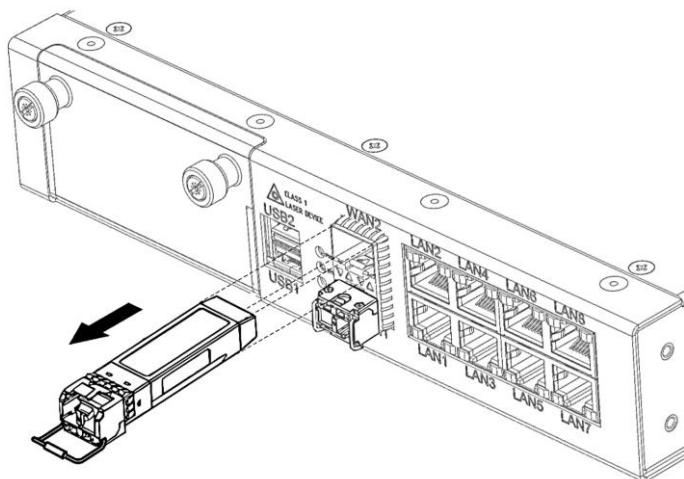

Рисунок 43 – Извлечение SFP-трансивера из слота
- извлеките трансивер из слота (рисунок 43).